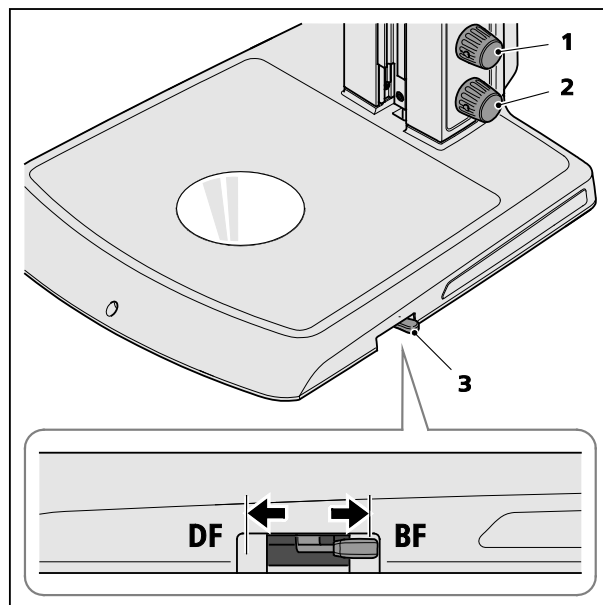

図 4 透過光モジュールの操作
- 下側の回転ボタン（図 4/2）を押して透過光照明をオンにし、回して強度を調整します。
- レバー（図 4/3）を動かして、明視野ライト（BF）と全面の暗視野ライト（DF）を切り替えます。
上側の照明ボタン（図 4/1）を押す/回すことにより、調整済み透過光に入射光を追加することができます。